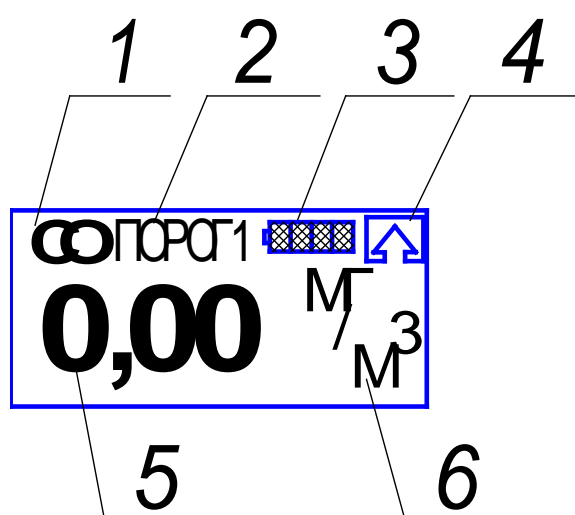

Рисунок 2.1 - Информация, отображаемая на индикаторе газоанализаторов в режиме измерения
2.3.4.1 В режиме измерения на индикаторе газоанализаторов отображается следующая информация (см. рисунок 2.1):
2.3.8 При содержании определяемого компонента, превышающем верхний предел диапазона показаний, на индикатор выводится значок  (см. рисунок 2.1 поз. 4).